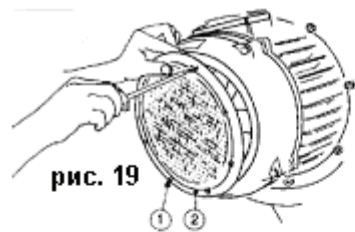
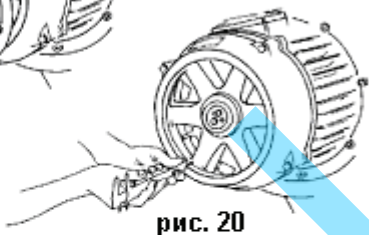
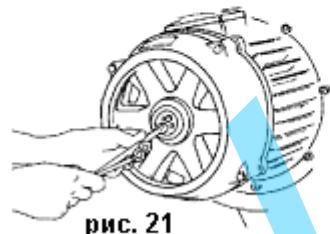

рис. 19
рис. 20
рис. 21
- Расслабьте винты 1 и удалите решетку 2 (рис.19). При пущенном тормозе измерьте в любой точке между вентилятором тормоза (рис.20). и поверхностью колокола. После этого измерения аксиально сдвиньте вентилятор к внутренности двигателя с помощью рычага и еще раз измерьте, записав разницу (рис.20). Если она превышает номинальные показатели (0,8/1,2 мм), действуйте следующим образом:
- Расслабьте винты (рис.21) и затем поворачивайте регулировочную гайку по часовой стрелке, чтобы она убрала каждое аксиальное смещение, превышающее номинальные показатели, имея ввиду, что один полный оборот гайки отвечает 2 мм. После этого повторите измерение при освобожденном тормозе (рис.20), проверяя остается ли аксиальное смещение в рамках номинальных величин, затем верните обратно на их места винты и решетку (рис.19).